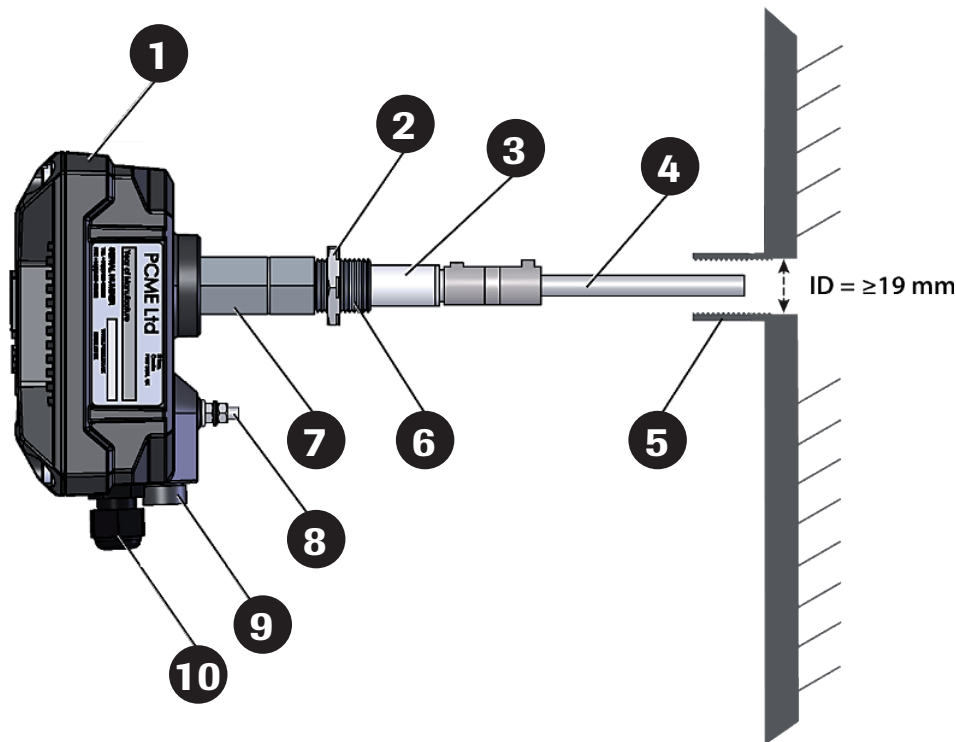

Abb. 4: Montieren des Sensors an einem Staubkanal
1. Bohren oder schneiden Sie unter Bezugnahme auf ABBILDUNG 4 ein Loch mit einem ID von Ø 19 mm (3/4 in.) in die Wand der Abgasleitung.